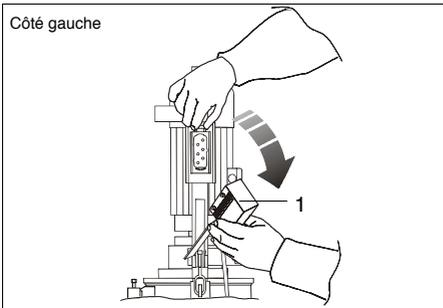

FIG.14 (Prise d'alimentation électrique - seulement mod. Plus 2001)
- 1) Débrancher la prise d'alimentation électrique du motoréducteur (FIG. 14 - Réf. 1) seulement sur mod. Plus 2001;